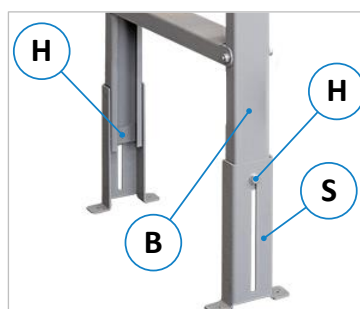

Figure 17 : monter les pieds de table
- Montez maintenant les deux tables à rouleaux sur les côtés avant et arrière de la machine (procédure, voir section ⇒ 8.7.2) et réglez la hauteur au niveau des pieds de la table à l'aide des quatre vis (H), à fleur de la table de la machine (voir ⇒ Figure 17).